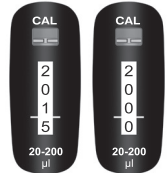

Abb. 3
- Wenn das gewünschte Volumen höher ist als der eingestellte Wert, sollte der einzustellende Wert um ca. 1/3 Umdrehung überschritten werden. Anschließend die Einstellung durch langsames Drehen mit dem Drehknopf (Abb. 1B) auf den gewünschten Wert (Abb. 3) senken.